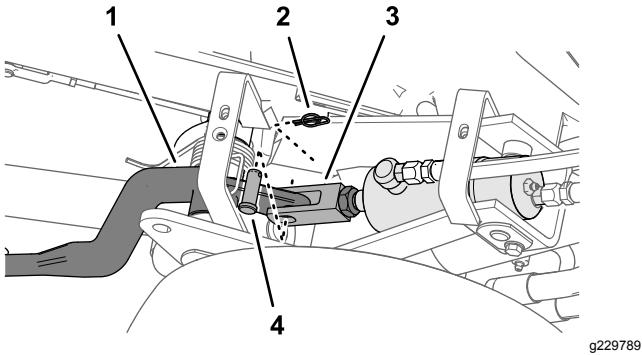
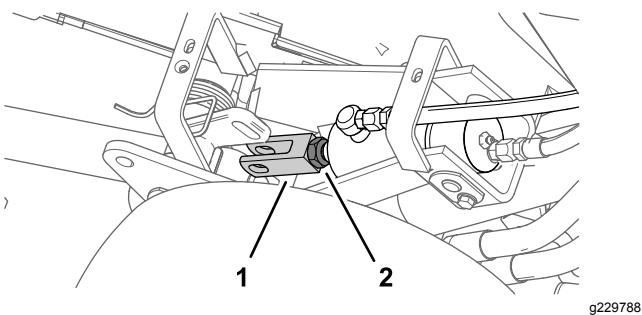

Figura 48
Figura 49
3. Afloje la contratuerca que sujetla la horquilla al cilindro de la unidad de corte que debe ser ajustada (Figura 48).
4. Retire la chaveta y el pasador de horquilla (Figura 48)
5. Gire la horquilla hasta obtener la altura deseada (Figura 49).
6. Monte la horquilla en el brazo de elevación con el pasador de horquilla y la chaveta, y apriete la contratuerca (Figura 48 y Figura 49).